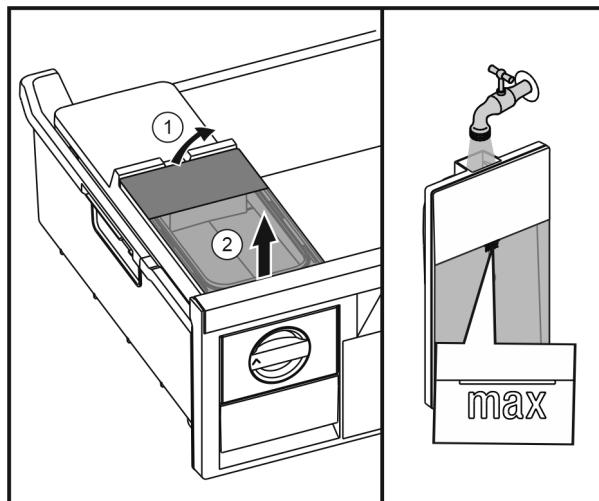

Fig. 29
- Ridicați rezervorul de apă din spate Fig. 29 (1) și scoateți-l în sus Fig. 29 (2).